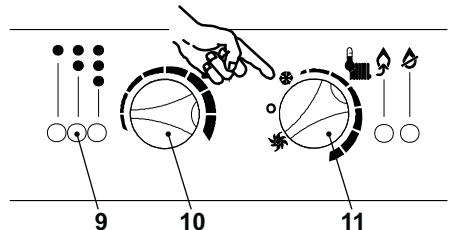

Fig. 2.3
- Gire el selector Selector de función/Manivela de regulación de la temperatura de calefacción 11 como se indica en la Fig. 2.3, el indicador luminoso 9 centellea por intermitencia de aproximadamente dos segundos.